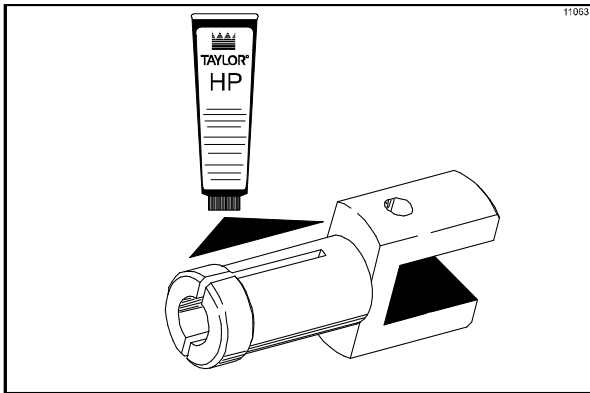

Рисунок 118
8. Нанесите смазку на малый конец ведомого спиннера. (См. рис. 118)